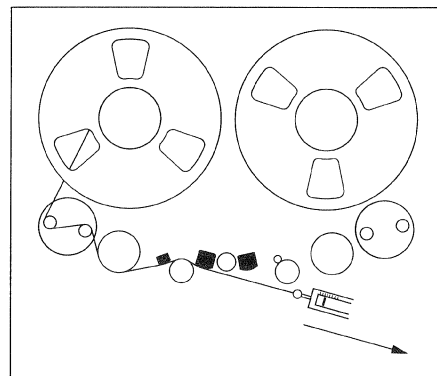

Fig. 4.11
1. Bandzug-Einstellung linker Wickelmotor (SUPPLY): NAB-Leerspule mit ca. 2 bis 3 m Band auf den linken Wickeladapter auflegen. Bandanfang bis zum Aufnahmepkopf einschlaufen und Federwaage (0 ... 500 gr) am Bandanfang einhängen (Fig. 4.11).
1. Tape tension setting for left-hand spooling motor (SUPPLY). Mount NAB reel containing approx. 2 to 3 m of tape on the left-hand reel adaptor. Thread tape to record head and attach spring scale (0 ... 500 p) at leading tape section (fig. 4.11).